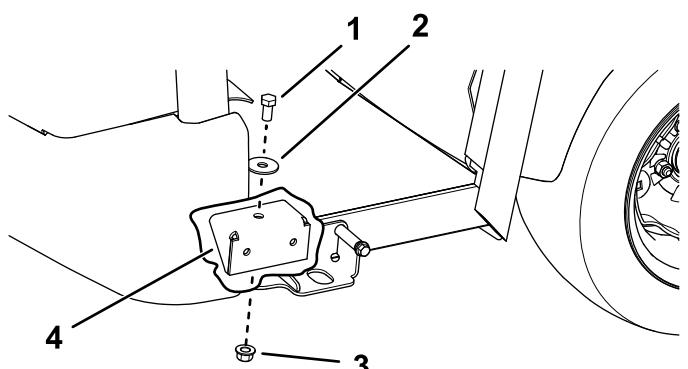

Рисунок 27
5. Установите передние монтажные кронштейны кабины с помощью болта с шестигранной головкой (7/16 дюйма), упорной шайбы и контргайки ($\frac{1}{2}$ дюйма) на каждой стороне (Рисунок 27).